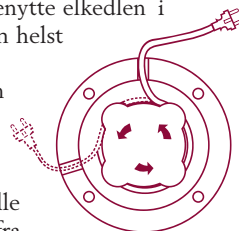

Fig. 4
- Indstil den ledningslængde, som er nødvendig i forhold til stikkontakten ved at benytte de dertil beregnede stop (fig. 4).